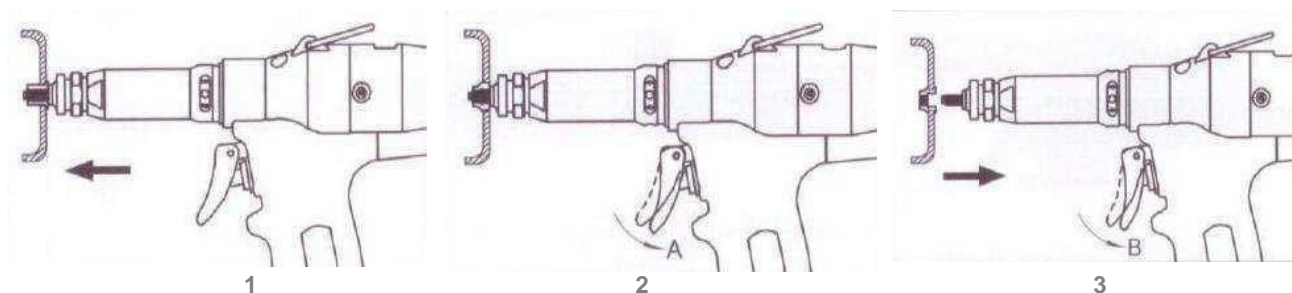

Рис.3
4. Вставьте заклепку в отверстие детали (1) (Рис.3)